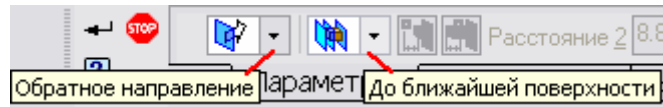

Рисунок 1.31 – Операція вирізання видавлюванням на вкладці параметрів
21. Вийдіть із ескізу і **виріжіть видавлюванням**  у зворотному напрямку від площини ескізу до найближчої поверхні (рис. 1.31).